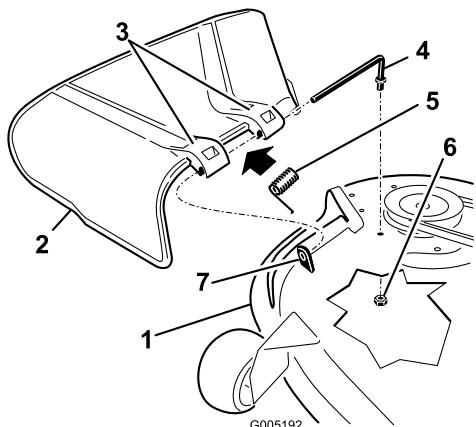

Figure 55
1. Repérez les éléments illustrés (Figure 55).
2. Retirez l'écrou (3/8 pouce) de la tige, sous le tablier de coupe (Figure 55).
6. Placez le ressort sur la tige, les fils d'extrémité dirigés vers le bas, entre les supports du déflecteur d'herbe. Insérez la tige dans le deuxième support du déflecteur d'herbe et la rondelle-frein intérieure (Figure 55).
7. Insérez la tige à l'avant du déflecteur dans la courte cheville de positionnement sur le plateau. Fixez l'extrémité arrière de la tige dans le tablier de coupe à l'aide d'un écrou (3/8 pouce) (Figure 55).
3. Sortez la tige de la courte cheville de positionnement, de la rondelle-frein intérieure, du ressort et du déflecteur d'herbe (Figure 55). Enlevez le déflecteur s'il est endommagé ou usé.
4. Reposez le déflecteur d'herbe et la rondelle-frein intérieure (Figure 55).